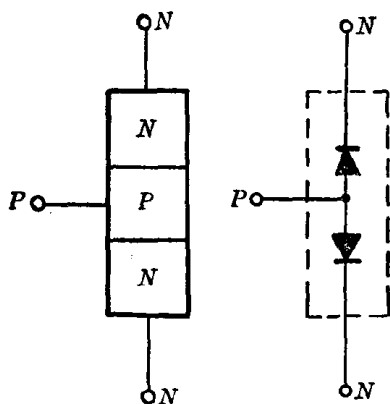

图 1.4-2
- (1) 结构(参看教材图 1.4-2、图 1.4-3)
从 $P-N$ 结的构成看来，三极管就象是两个对接的二极管，如图 1.4-2 所示。但两个二极管对接起来是没有放大作用的，因为三极管的基区须做得很薄，因此在三极管中的两个 $P-N$ 结紧密相连，一个 $P-N$ 结上出现的过程可以影响另一个结的工作，这是三极管和两个对接二极管的本质区别。因此三极管中处于反向偏置的集电结也能出现较大的电流，而这个电流又受处于正向偏置的发射结中的电流控制，从而完成电流放大作用。这是两个独立的